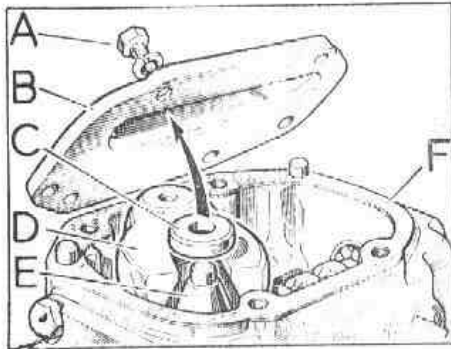

Fig. G-44 Tapa lateral
- 3.12. Cubrir con grasa la junta, F, (Fig. G-44) de la tapa lateral y colocarla en su sitio sobre la caja de dirección.